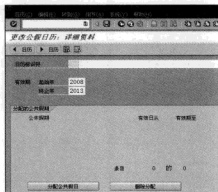
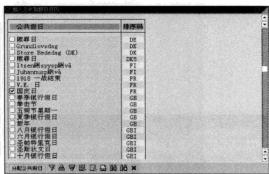

图 6-38 “更改公假日历: 详细资料”界面
图 6-39 “插入公休到假日日历”对话框
STEP 7 单击“”按钮，在弹出的“更改公假日：详细资料”界面中填写要创建公假日的编码和描述，如图 6-38 所示。
STEP 8 填写完描述及有效期后单击“分配公共假日”按钮，在弹出的“插入公休到假日日历”对话框中选择之前创建好的“公共假日”，然后单击“分配公共假日”按钮进行分配，如图 6-39 所示。完成以后，在图 6-38 中的“分配的公共假期”栏中将显示被分配的“公休假期”，然后单击“”按钮保存即可。